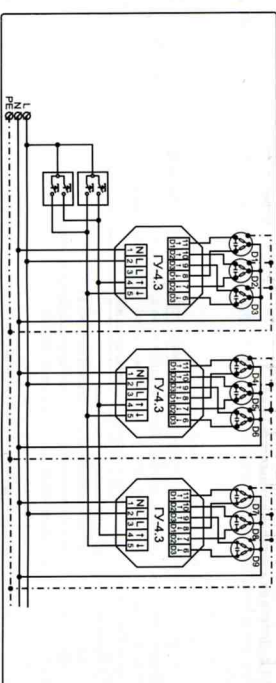

Рисунок 2. Схема подключения трех ГУ 4.3 для управления 9-ю моторами
- При необходимости управления группой роллет из нескольких точек подключить второй выключатель (см. рис. 2).
- Подключить клеммы 4 всех ГУ 4.3 к контакту выключателя, отвечающему за направление «ВВЕРХ» (см. рис. 2).
- Подключить клеммы 5 всех ГУ 4.3 к контакту выключателя, отвечающему за направление «ВНИЗ» (см. рис. 2).